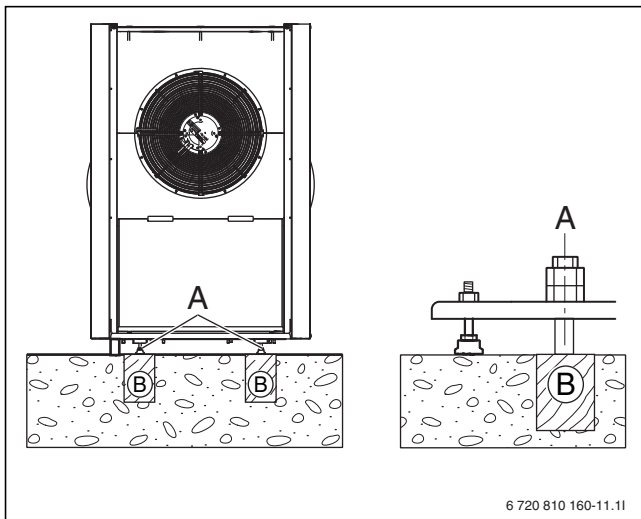

Fig. 9 Misure in mm
- Ancorare la pompa di calore in modo tale che non possa ribaltarsi (→ fig. 9).